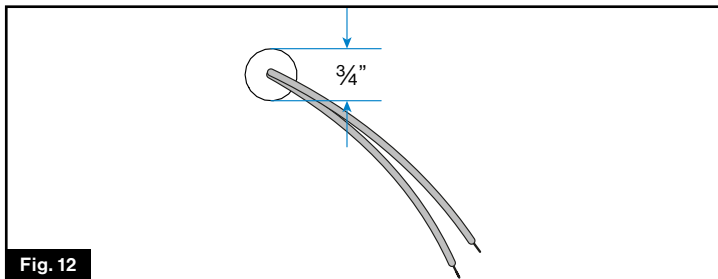
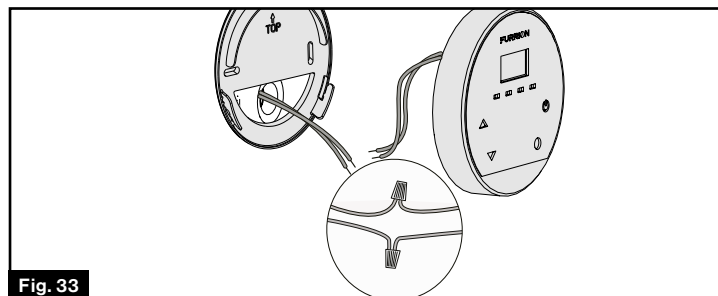

Fig. 12
Fig. 33
- De ser necesario, pase dos cables eléctricos que extiendan las conexiones de control de la pared (cables azules) a las conexiones del aparato (cables azules) usando un cable de tamaño adecuado. (Fig. 12)
2. Conecte los dos cables azules del controlador de pared al aparato directamente o con los cables de extensión de pared indicados en la Fig. 12. (Los cables del regulador de pared son azules y la polaridad no importa.) (Fig. 33)